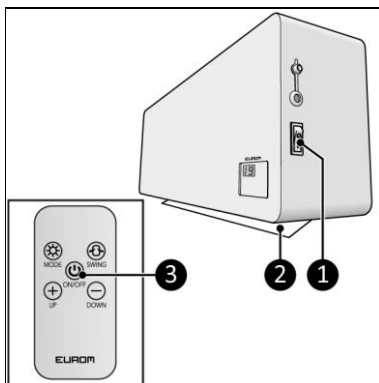

Figure 13
1. Mettez le commutateur ON/OFF sur la position ON (figure 13, pos. 1).
3. Appuyez sur le touche MODE de l'appareil (figure 13, pos. 2) ou sur la touche ON/OFF de la télécommande (figure 13, pos. 3).
1. Appuyez sur la touche MODE de l'appareil (figure 13, pos. 2) ou sur la touche ON/OFF de la télécommande (figure 13, pos. 3).